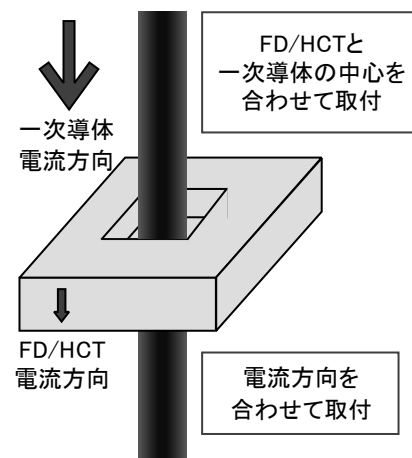

図 27. FD/HCT の取付
- (1) FD および HCT は一次導体の直線部分に取り付けて下さい。貫通穴中心を一次導体の中心に合わせて設置して下さい(図 27)。